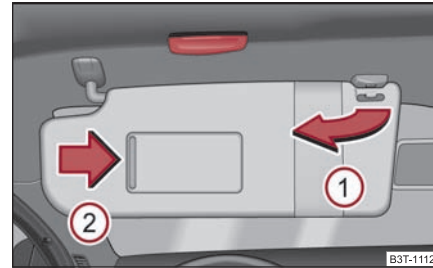

Abb. 70 Sonnenblende: Ausschwenken
Die Sonnenblende für den Fahrer bzw. Beifahrer können Sie aus der Halterung herausziehen und zur Tür in Pfeilrichtung ① ⇒ Abb. 70 schwenken.